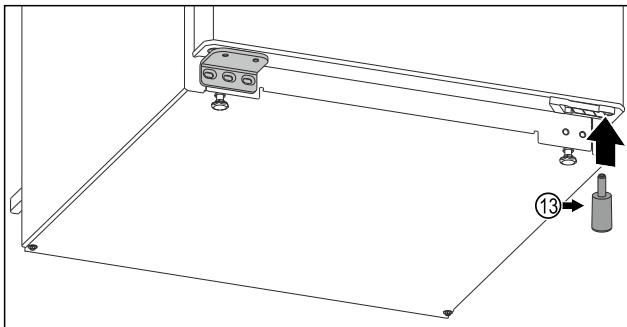

Fig. 25 *
- ▶ Das Distanzteil Fig. 25 (13) wieder rechts unten in die Tür einsetzen, weil es wichtig für die Standfestigkeit des Geräts ist.*